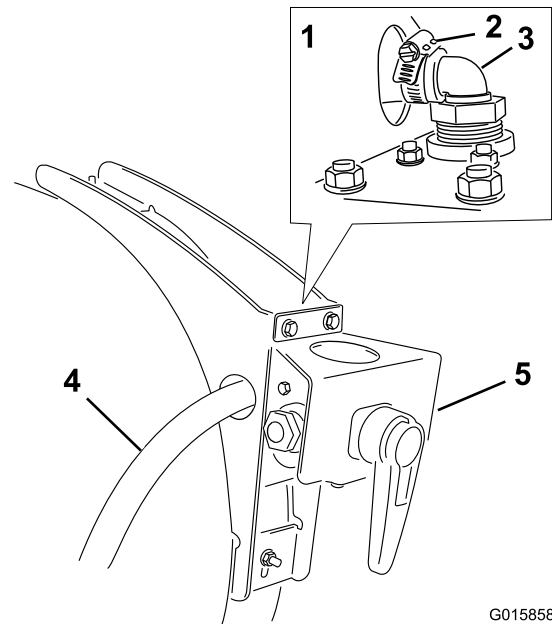

Figura 25
4. Prenda a extremidade do tubo na união rosca de 90° traseira na válvula de 4 vias (Figura 25).
2. Instale o filtro da bomba de lavagem em linha com as extremidades abertas dos tubos que vêm da bomba de lavagem e com os bicos de lavagem (Figura 25).